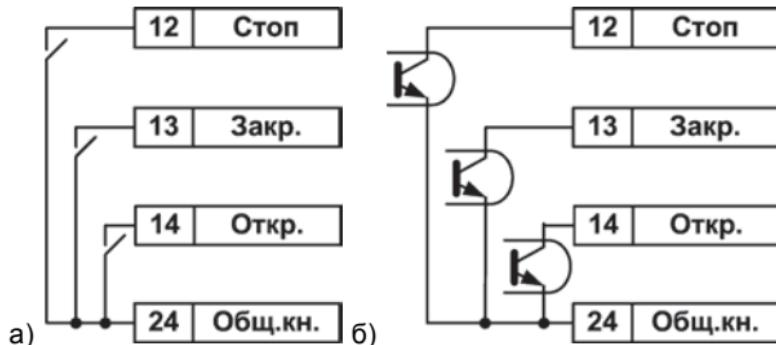

Рисунок 3.2
- контакты внешних кнопок управления (рисунок 3.2, а);
- устройства автоматики, имеющие на выходе транзисторные n-p-n-ключи с открытым коллекторным выходом (рисунок 3.2, б);